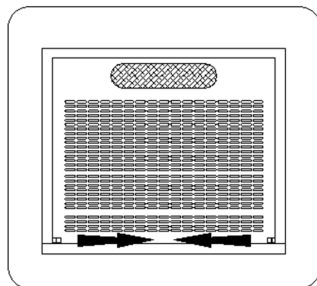

рис.6
- нажать на защелку и снять нижнюю решетку (рис. 6),